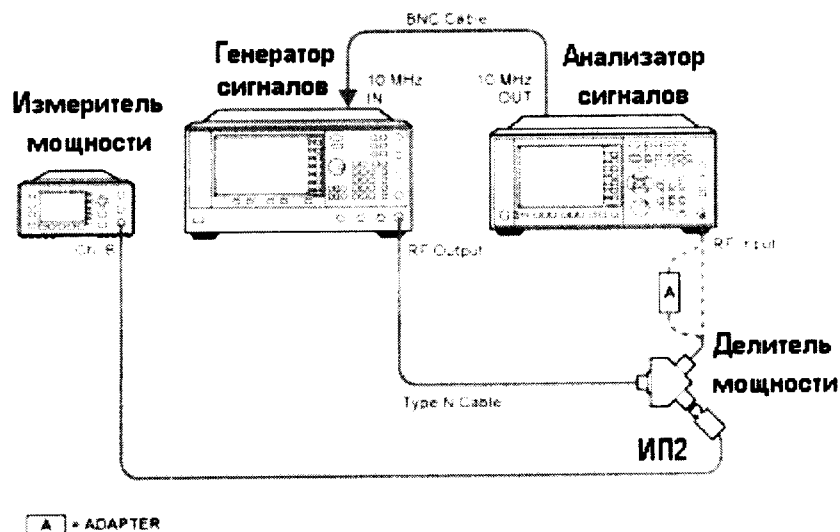

Рисунок 7
8.8.5 Отсоединить измерительный преобразователь (ИП)1 от делителя. Освободившийся рукав делителя соединить с анализатором спектра (рисунок 7). На анализаторе установить DC coupled, предусилитель выключен, полоса обзора 1 МГц, ослабление аттенюатора 10 дБ. Произвести измерения уровня сигнала уровня минус 10 дБ/мВт на частотах $3 \cdot 10^5$, $1 \cdot 10^6$, $5 \cdot 10^6$, $1 \cdot 10^7$, $15 \cdot 10^7$, $45 \cdot 10^7$, $95 \cdot 10^7$, $1.25 \cdot 10^9$, $1.85 \cdot 10^9$, $2.25 \cdot 10^9$, $2.95 \cdot 10^9$, $3.55 \cdot 10^9$ Гц. Полученные значения зафиксировать, вычислить погрешность.
8.8.9 Отсоединить ИП1 от делителя. Освободившийся рукав делителя соединить с анализатором спектра (рисунок 7). На анализаторе установить DC coupled, предусилитель выключен, полоса обзора 1 МГц, ослабление аттенюатора 10 дБ. Произвести измерения уровня сигнала уровня минус 10 дБ/мВт на частотах $3,65 \cdot 10^9$, $5,05 \cdot 10^9$, $6,05 \cdot 10^9$, $7,05 \cdot 10^9$, $8,05 \cdot 10^9$, $8,35 \cdot 10^9$, $9,05 \cdot 10^9$, $10,05 \cdot 10^9$, $11,05 \cdot 10^9$, $12,05 \cdot 10^9$, $13,05 \cdot 10^9$, $13,55 \cdot 10^9$, $14,05 \cdot 10^9$, $15,05 \cdot 10^9$, $16,05 \cdot 10^9$, $17,05 \cdot 10^9$, $18,05 \cdot 10^9$, $19,05 \cdot 10^9$, $20,05 \cdot 10^9$, $21,05 \cdot 10^9$, $22,05 \cdot 10^9$, $23,05 \cdot 10^9$, $24,05 \cdot 10^9$, $25,55 \cdot 10^9$, $26,05 \cdot 10^9$, $26,45 \cdot 10^9$, $30,05 \cdot 10^9$, $32,05 \cdot 10^9$, $35,05 \cdot 10^9$, $37,05 \cdot 10^9$, $40,05 \cdot 10^9$, $43 \cdot 10^9$, $44 \cdot 10^9$, $45,05 \cdot 10^9$, $46,05 \cdot 10^9$, $47,05 \cdot 10^9$, $48,05 \cdot 10^9$, $49,05 \cdot 10^9$, $50 \cdot 10^9$ Гц (в зависимости от типа анализатора спектра). Полученные значения зафиксировать, вычислить погрешность.
8.8.11 Отсоединить ИП1 от делителя. Освободившийся рукав делителя соединить с анализатором спектра (рисунок 7). На анализаторе установить DC coupled, предусилитель выключен, полоса обзора 1 МГц, ослабление аттенюатора 10 дБ. Произвести измерения уровня сигнала уровня минус 10 дБ/мВт на частотах из п. 8.8.9. Полученные значения зафиксировать, вычислить погрешность.